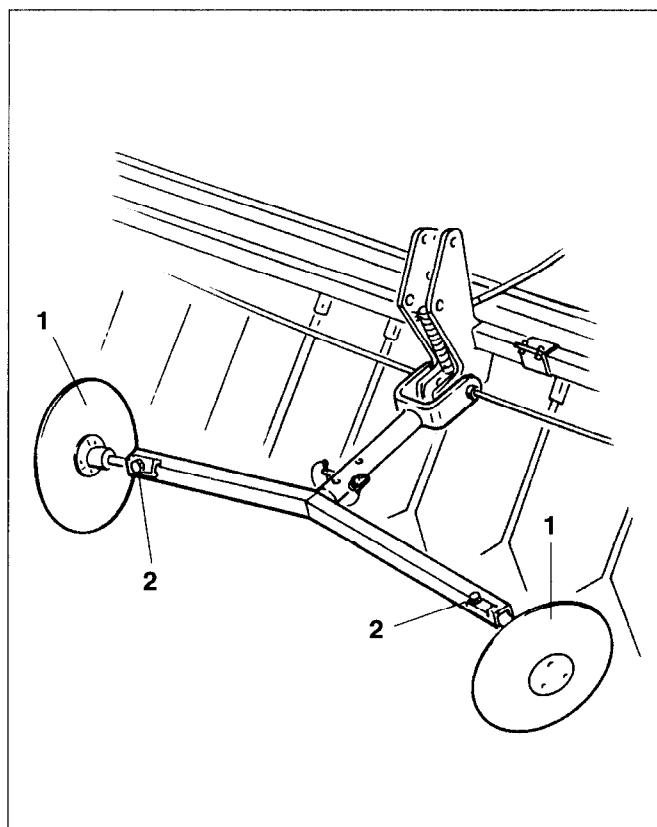

Fig. 14.6
Les disques (fig. 14.6/1) ont pour objet de marquer la trace de voie jalonnée par le jalonneur de post-levée et doivent être réglés à la bonne voie.
- Desserrez les vis 6 pans (fig. 14.6/2).
- Conformément à la voie jalonnée, introduisez les disques (fig. 14.6/1) dans le support de disques.
- Resserrez à bloc les vis 6 pans (fig. 14.6/2).
Les jalonneurs de post-levée pour jalonner tous les 4 ou 6 passages en aller-retour sont exclusivement équipés de roues de jalonnage sur un côté du semoir. Dans ces deux cas de figure, le jalonneur de pré-levée ne doit être équipé unilatéralement qu'avec un seul des deux disques (fig. 14.6/1). Ce disque doit être réglé de telle façon qu'il puisse tracer la voie de passage du tracteur en un aller-retour.